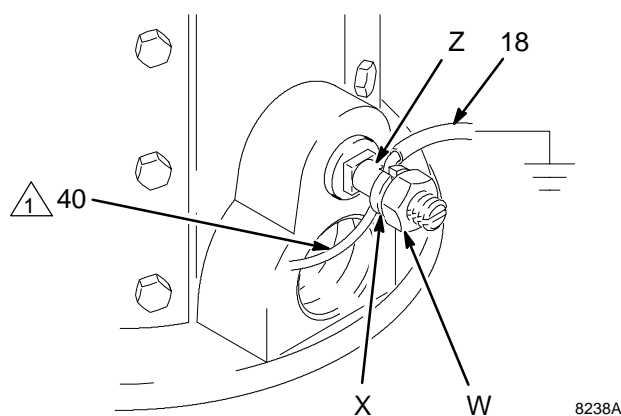

Fig. 1
1. *Pompe*: effectuer la mise à la terre à l'aide d'un câble de mise à la terre et d'une pince (fournie). Voir Fig. 1. Desserrer l'écrou de blocage de la cosse de mise à la terre (W) et la rondelle (X). Introduire une extrémité du câble de mise à la terre (18) dans la fente de la cosse (Z) puis serrer fermement l'écrou de blocage. Raccorder l'autre extrémité du câble à une véritable prise de terre.
2. *Agitateur (modèles 232443, 232455, 232461, 232467 et 232473 uniquement)*: une extrémité du fil de terre (40, fourni) de l'agitateur est fixée par une vis sur le moteur de l'agitateur. Introduire l'autre extrémité du fil de terre dans la fente de la borne (Z). Introduire le fil de terre (18) de la pompe comme indiqué au point 1 et bien serrer l'écrou de blocage (W).